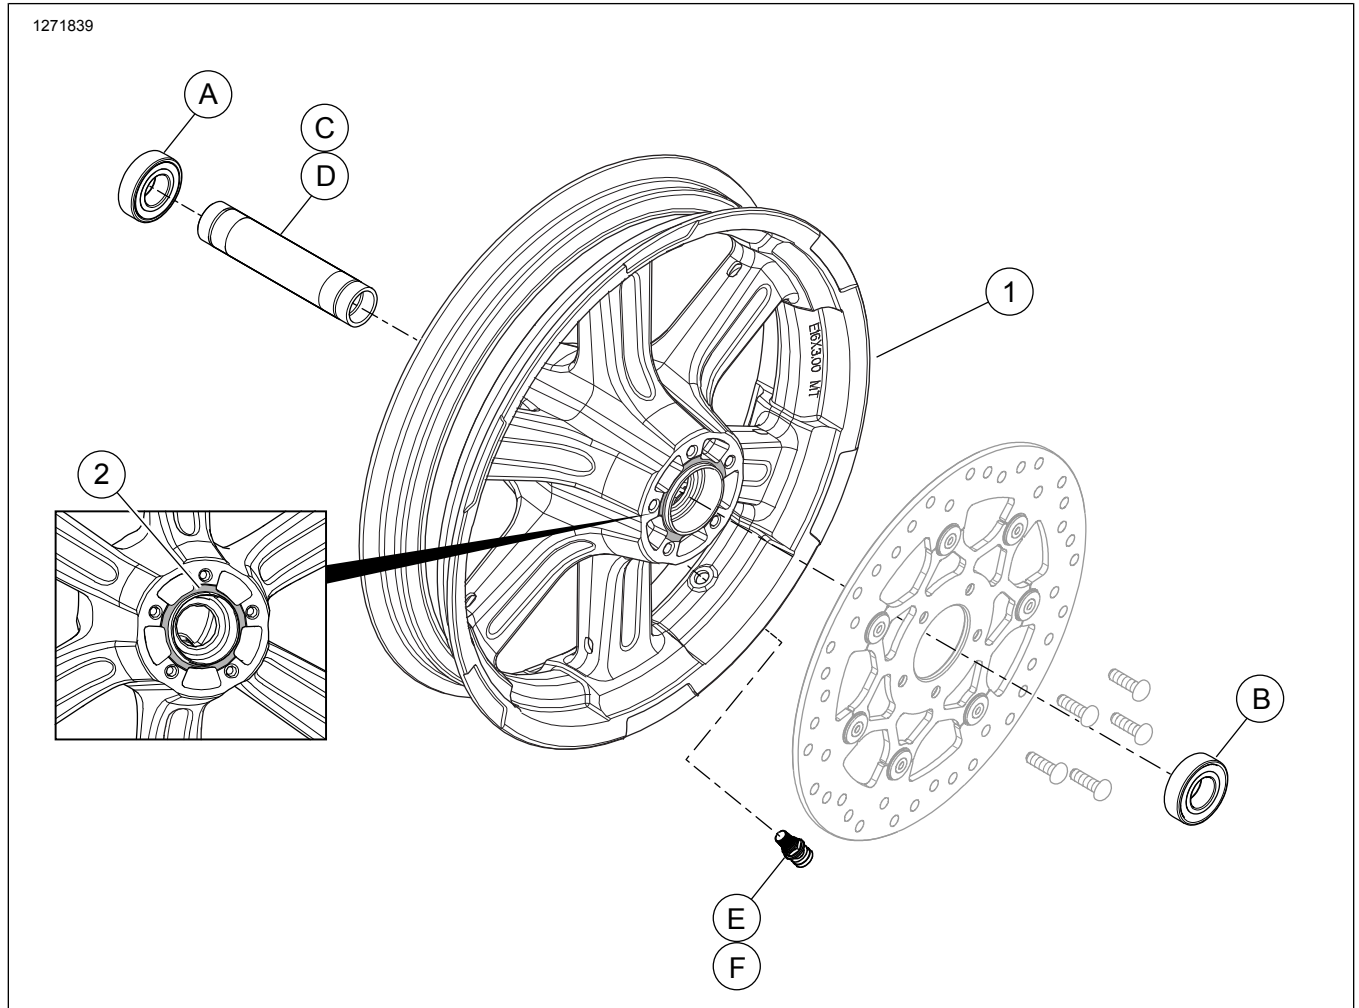

Abbildung 1. Ersatzteile: Hinterrad (16-Zoll-Rad abgebildet)
Siehe Abbildung 1 und Tabelle 2.
- Abbildung 1 Die Ventilschaft-Baugruppe (H) am Rad anbringen. Siehe REIFEN im Werkstatthandbuch.